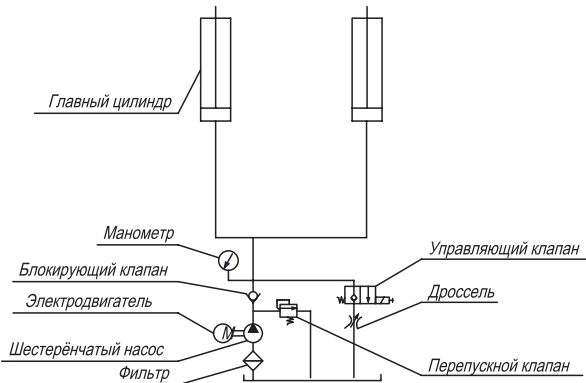

Рисунок 6. Гидравлическая схема.
1. Подсоедините гидрошланги к фитингам, расположенным на зафиксированных платформах, в соответствии с цифрами, показанными на них, согласно схеме (рис. 6). Полностью затяните их во избежание протечек.